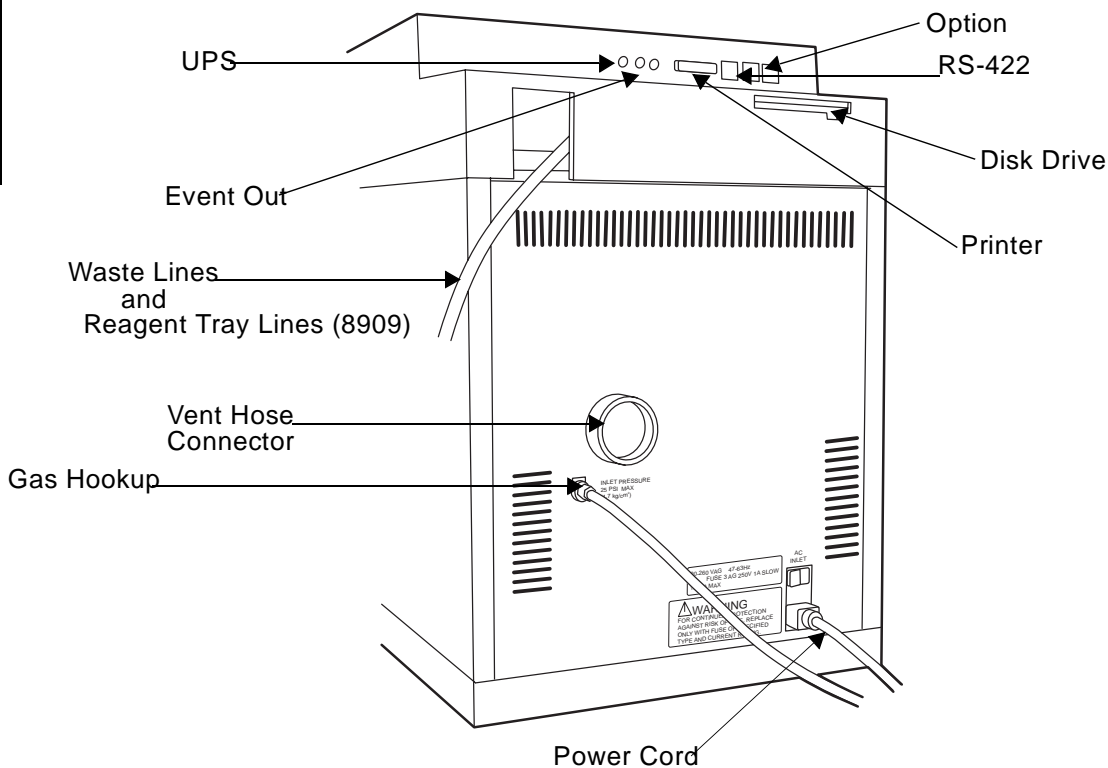

Figure A-1 Electrical Hookup and Gas Lines
2. Make the electrical connections (see Figure A-1).
- Attach the male quick disconnect fitting to the gas inlet on the rear of the instrument cabinet (see Figure A-1).
4. Hook the vent hose to the connector on the rear of the system (Figure A-1). Connect the other end of the vent host to an exhaust hood.
5. Check the waste bottles. The waste lines exit the instrument cabinet at the right rear of the instrument (see Figure A-1).
- Attach the caps on reagent lines, which exit the instrument cabinet at the right rear of the instrument (see Figure A-1), to the appropriate bottle:
2. Procédez au raccordement électrique (voir Figure A-1).
- Raccordez le raccord rapide mâle à l'entrée gaz à l'arrière de l'appareil (voir Figure A-1).
Les tuyaux de rejet sortent sur l'arrière droit de l'appareil (voir Figure A-1).
- Raccordez le tube évent à une canalisation d'échappement (voir Figure A-1).
- Raccordez les bouchons aux tuyaux de réactifs qui dépassent à l'arrière de l'appareil (voir Figure A-1) de la façon suivante :